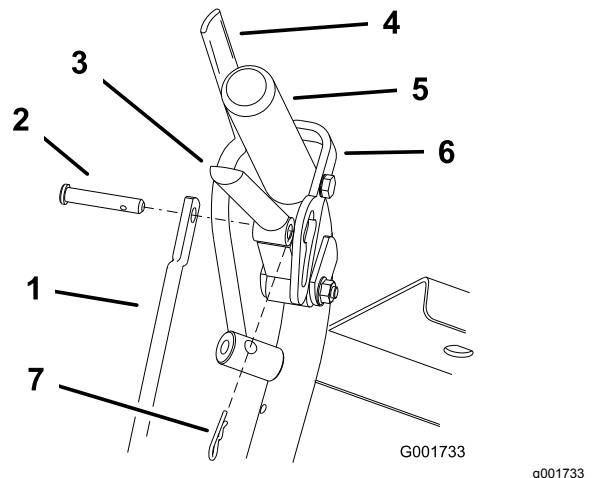
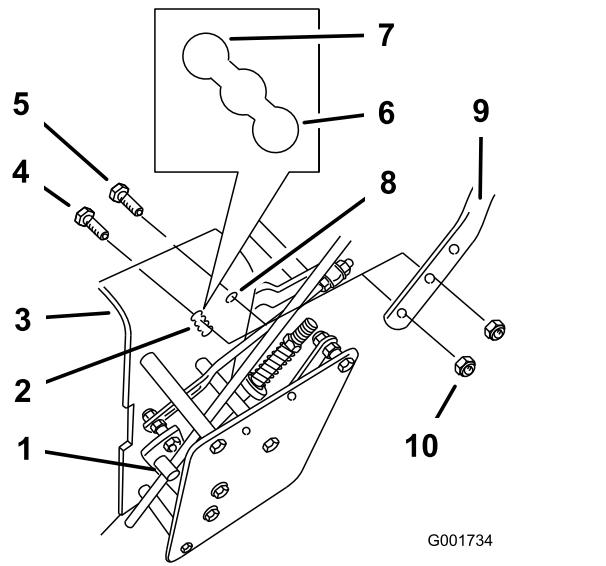

Figure 18
Figure 19
1. Retirez les goupilles fendues et les axes de chape des leviers de déplacement et des verrous du point mort (Figure 18).
2. Desserrez les boulons à embase supérieurs ($\frac{3}{8}$ " x $1\frac{1}{4}$ ") et l'écrou à embase qui fixent la poignée au cadre arrière (Figure 19).
3. Enlevez les boulons à embase inférieurs ($\frac{3}{8}$ " x 1") et les écrous à embase de fixation de la poignée au cadre arrière (Figure 19).
5. Réglez la longueur de la tige de commande en la tournant dans sa fixation (Figure 18 et Figure 19).
6. Posez la goupille fendue entre les leviers de déplacement et les verrous de point mort, et dans les axes de chape (Figure 18).